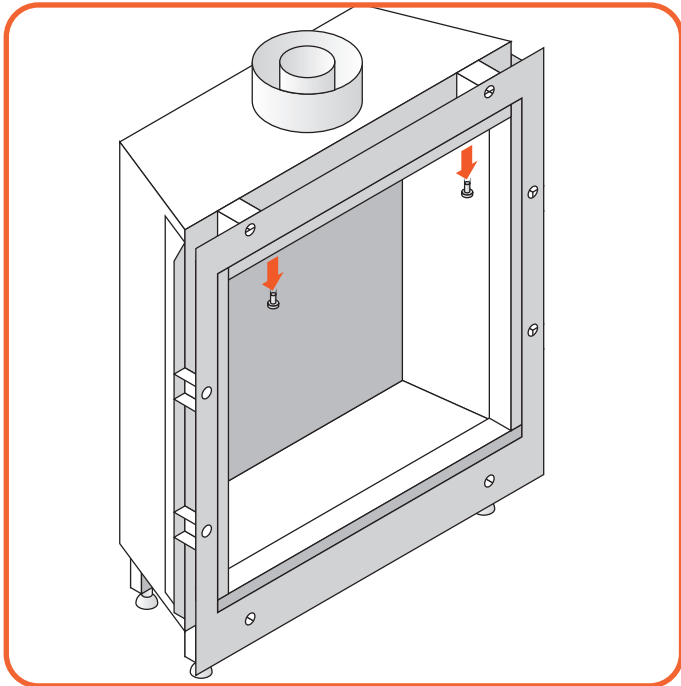

Abb. 9.3 Abschrauben von die obere Verkleidung
- Schrauben sie die obere Verkleidung ab (Abbildung 9.3).